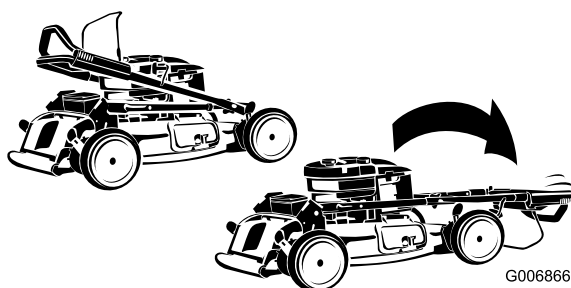

Figura 4
1. Mueva con cuidado la sección superior del manillar hacia adelante hasta que las dos mitades del mismo estén alineadas y encajen como muestra la ilustración (Figura 4).